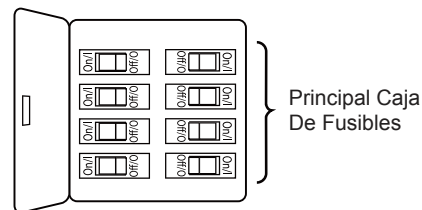

Figura 1
- ☐ 1. Coloque la pala sobre el motor, alineando los orificios de la pala con los orificios de la parte superior del motor giratorio. Asegúrese de que la pala esté completamente asentada en el motor giratorio e instale los 3/16"-24 tornillo de cabeza troncocónica con arandela de resorte/arandela plana y placa de pala, pero no los apriete por completo por el momento. (Figura 1)
1. Extraiga la pieza de la bola colgante de la unidad de la bola colgante / varilla aflojando el tornillo de presión de la bola colgante hasta que la bola se libere de la varilla. Retire el pasador del barral y luego extraiga la semiesfera. Conserve el pasador y la semiesfera para su reinstalación en el Paso 6. (Figura 1)
Para evitar una posible descarga eléctrica, asegúrese de cortar la alimentación eléctrica de la caja de fusibles principal antes de colgar el ventilador. (Figura 1)
1. Para configurar el código de unidad del receptor. Deslice los interruptores de código a las mismas posiciones que en el transmisor. (Figura 1)